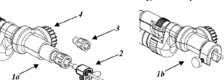

Abbildung 1
1. Zur Verwendung mit einem Arbeitskanal-Handstück (**Abbildung 1**) wurde mit einem Tiefensteuerungsmechanismus mit Luer-Anschluss (**1a**) oder einem spezifischen MINOP-Anschluss (**1b**) eine Schnittstelle für Endoskope hinzugefügt.